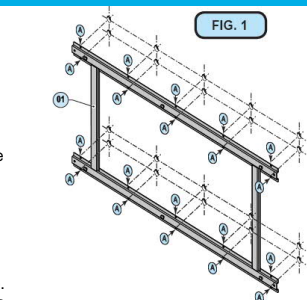
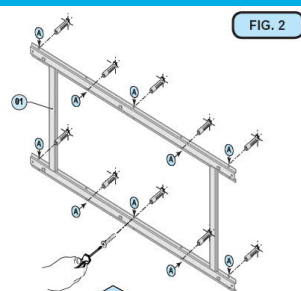

FIG. 1
FIG. 2
1. Posicione o suporte (01) perfeitamente nivelado sobre o apoio e utilize como modelo para a furação. (FIG. 1)
2. A escolha da quantidade adequada de pontos de fixação e sua distribuição são responsabilidade do instalador. A escolha deve se basear no tipo de suporte (parede, quadro ou outro), o tipo de ancoragem a usar e sua capacidade de suportar quatro vezes o peso do inversor (4 x 70kg = 280kg para todos os modelos). Fixe o suporte à parede com pelo menos 10 parafusos de fixação. Conforme o tipo de ancoragem escolhido, fure as 10 furações (A) necessárias para montar o suporte. Ponha ao menos quatro parafusos no lado de cima e mais quatro do lado de baixo (veja o exemplo na ilustração).
3. Fixe o suporte ao apoio. (FIG. 2)